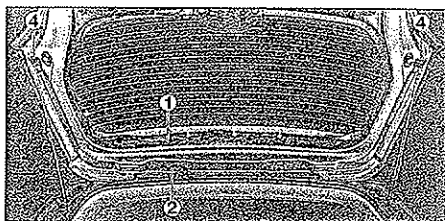

FIG. 61
- Desenchufar el conector eléctrico (1) (fig. 61).
- Desbloquear los dos cilindros (4) del portón con la ayuda de otro operario (fig. 61).